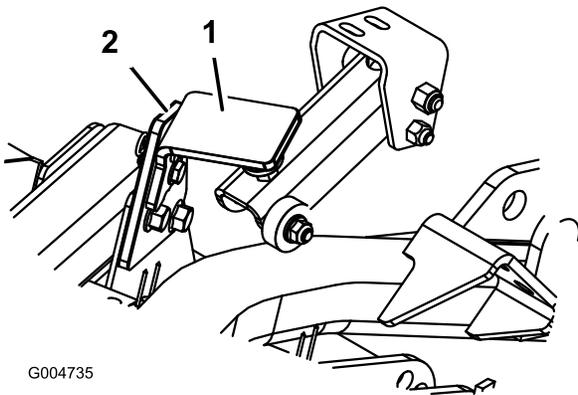

Figura 79
2. Togliete la coppiglia ed il perno con testa che fissano il fermo di trasferimento dell'apparato di taglio al piastrino del fermo (Figura 79). Girate il fermo verso il retro dell'apparato di taglio.